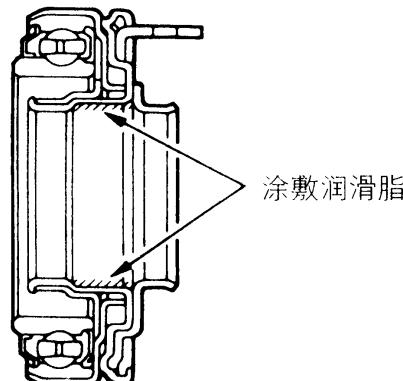

图 3-16 向离合器分离轴承的槽内涂润滑脂
(3) 安装离合器分离轴承时, 如图 3-16 所示, 向离合器分离轴承的槽注入所规定的润滑脂。所规定的润滑脂为三菱牌润滑脂产品号 0101011 或相当的品种。